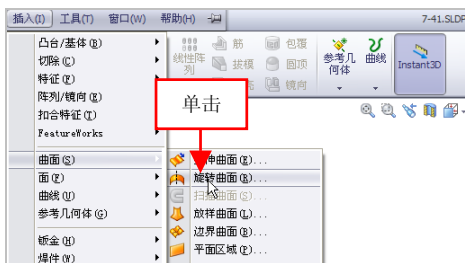

图 7-41 单击【旋转曲面】命令
(2) 单击菜单栏上的【插入】|【曲面】|【旋转曲面】命令，如图 7-41 所示。